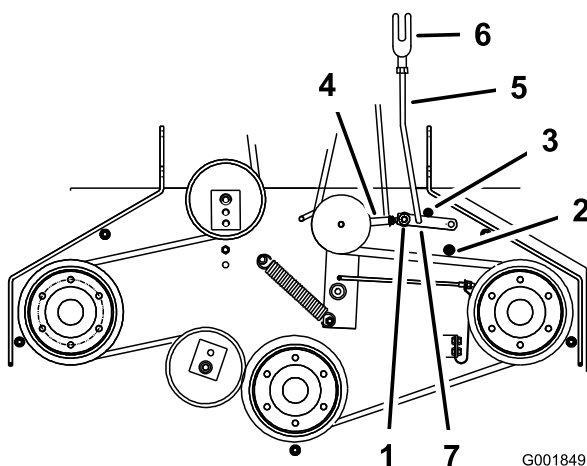

Figure 50
- Vérifiez que le bras d'assistance est en appui contre la butée arrière sur le tablier (Figure 50).
- Le bras d'assistance doit toucher la butée avant sur le plancher. Dans le cas contraire, réglez le levier coudé pour le rapprocher du renfort (Figure 50).
- Pour ajuster la bielle du bras d'assistance, enlevez la goupille fendue du bras d'assistance (Figure 50).
- Installez la bielle dans le bras d'assistance et fixez-la avec la goupille fendue (Figure 50).